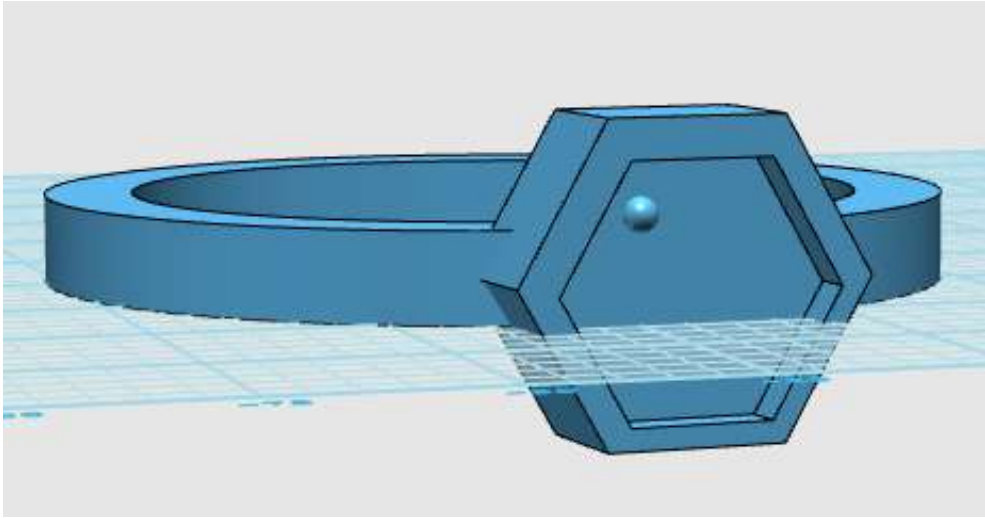

图 1-14
Step 14 点击确定，球体创建完毕，如下图 1-14 所示：